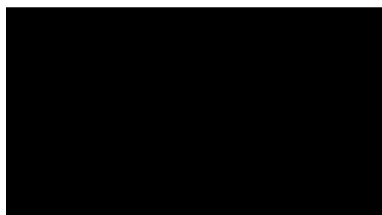

Fig. 5 Пульт дистанционного управления
- Чтобы отключить режим тестовой эксплуатации нажмите кнопку START/STOP (Fig. 5 ㉓), чтобы остановить кондиционер.
- Если нажать кнопку TEST RUN (Fig. 5 ㉔) во время работы режима охлаждения, прибор перейдет в режим принудительного охлаждения, и помещения будет охлаждаться, независимо от настройки термостата.
4 О кнопке СБРОСА (RESET) (Fig. 5 ⑤8)
- Если пульт дистанционного управления не работает надлежащим образом после замены батареек, нажмите кнопку RESET (Fig. 5 ⑤8).
- Нажмите кнопку RESET (Fig. 5 ⑤8) с помощью шариковой ручки или подобного предмета с относительно острым наконечником.